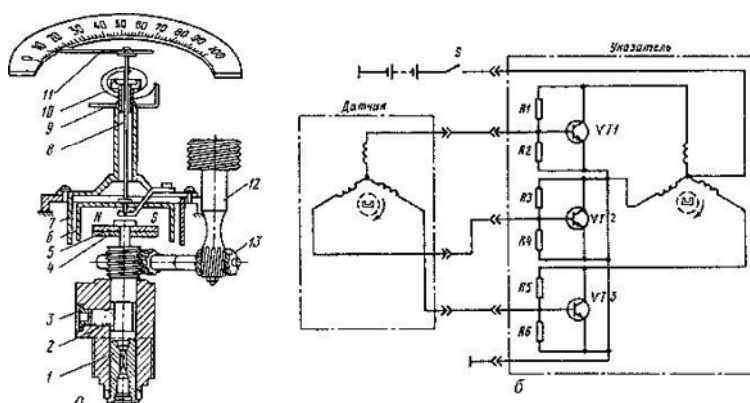

Рис.4. Спидометр: а — с приводом от гибкого вала; б — схема спидометра с электрическим приводом
15. Работа спидометра с механическим приводом (рис. 4, а):
16. Работа спидометра с электрическим приводом (рис. 4, б):
17. Укажите номера всех правильных ответов: датчик спидометра на рис.4, б приводится от:
18. Шайба 4 на рис.4, а:
19. Резисторы $r_1 - r_6$ на рис.4, б: